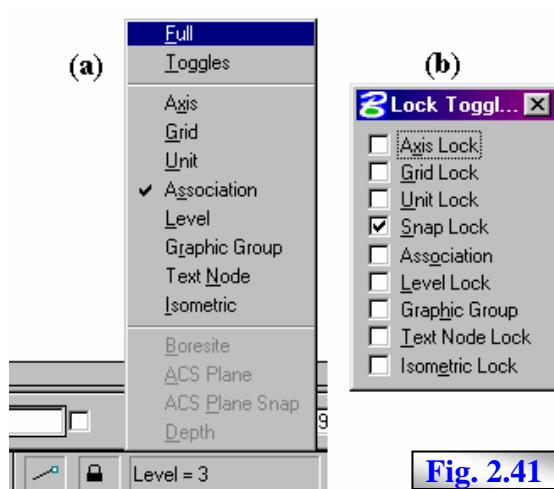

Fig. 2.41
- controalele zonei **Snap** din fereastra **Locks**, fig. 2.39, activată prin opțiunea **Locks /Full** din bara **Settings** a meniului MS sau opțiunea **Full** a listei activate pe zona 3 a barei de stare și informații (& 1.4.2), fig. 2.41 \(a\);
- opțiunea de activare prin CS pe zona 3 a barei de stare și informații, fig. 2.41 (a);
- din controlul **Association** al ferestrei **Lock Toggle**, fig. 2.41 (b), activată prin opțiunea **Toggles** a listei activată prin CS pe zona 3 a barei de stare și informații, fig. 2.41 (a); fereastra **Lock Toggle** conține de asemenea și controlul **Snap Lock**;